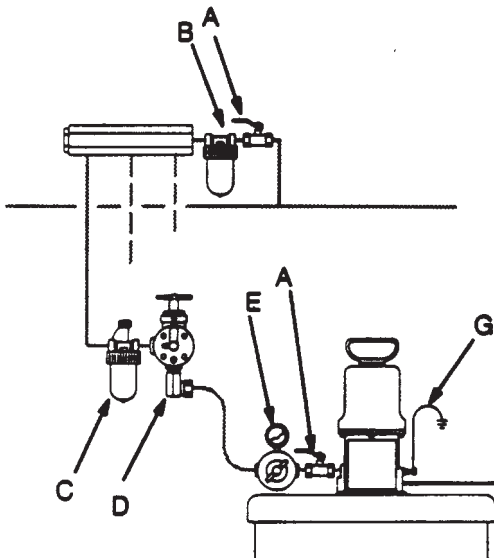

Abb. 3
Zubehör in der in Abb. 3 gezeigten Reihenfolge installieren. Luftregler (E) und Hauptluftventil (A) nahe bei der Pumpe anbringen. Sämtliches Zubehör auf separaten Wandhalterungen montieren, um die Belastungen auf den Pumpeneinlass zu verringern. Ein einziger Luftfilter (B) kann für mehrere Pumpen gleichzeitig eingesetzt werden, indem man unterhalb des Luftfilters einen Luftverteiler vorsieht.